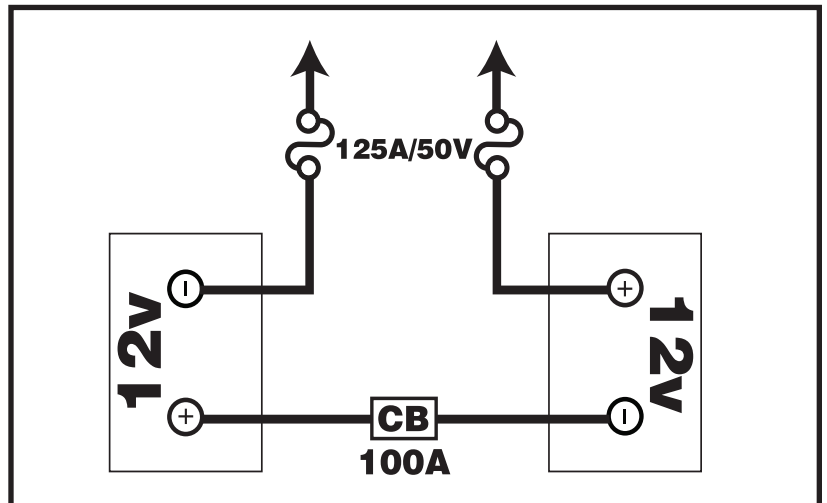

Figure 15. Orientation Des Fils Des Batteries
7. Placez une nouvelle batterie dans chaque puits à batterie conformément au schéma de câblage de la batterie comme indiqué sur la **figure 15.**